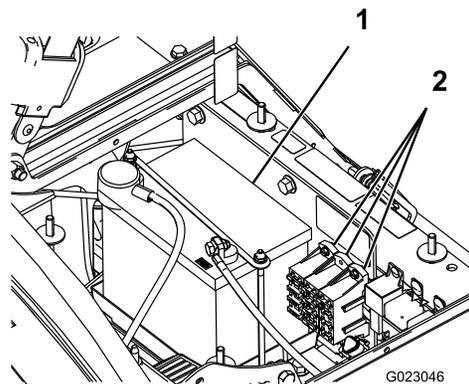

Figura 32
Vi sono due fusibili e due slot vuoti nell'impianto elettrico, sotto il sedile (Figura 32).
2. La batteria è posizionata sul lato destro della macchina, dietro la pompa (Figura 32).
5. Togliete la cinghia della batteria e i dispositivi di fermo (Figura 32).
2. Montate la cinghia della batteria e fissatela con i dispositivi di fermo tolti in precedenza (Figura 32).
4. Montate il coperchio della batteria e fissatelo con le due manopole (Figura 32).
1. Allentate le manopole ai lati della cassetta della batteria e togliete il coperchio della batteria (Figura 32).